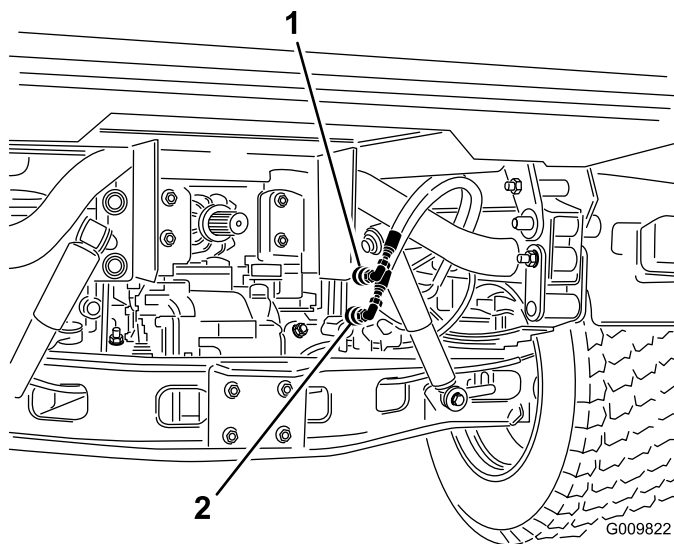

Figura 79
2. En ambos vehículos, desconecte los dos manguitos de acoplamiento rápido de los manguitos fijados al soporte de acoplamiento (Figura 79).